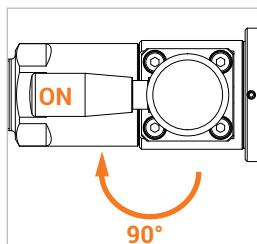

Figure 2
- ▶ Actionnez le levier à main (Pos. 3) de la vanne d'arrêt à 90° pour l'ouvrir/le mettre en position ON (*Figure 2*).